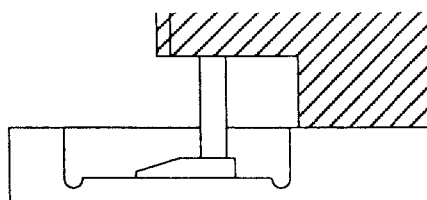

Fig. 22
- Höhenmeßuhr so auf die Einstellplatte legen, daß der Meßfuß der Höhenmeßuhr im ausgearbeiteten Teil der Einstellplatte aufsitzt (Fig. 22).
- Place the Dial Height Gauge onto the Post Adjustment Plate so that the measuring probe of the Dial Height Gauge locates into the cut-out provided on the Post Adjustment Plate (Fig. 22).